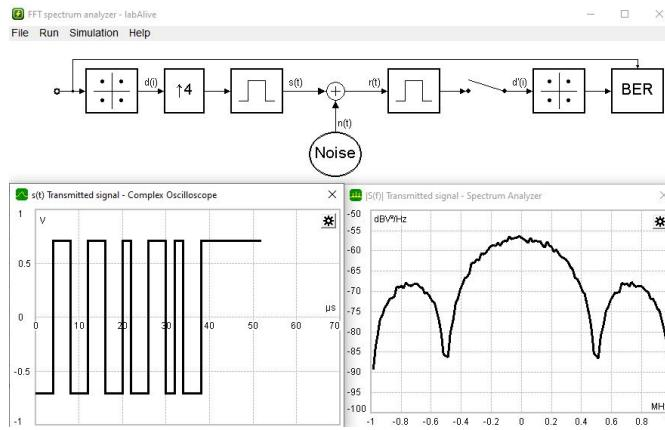

Figura 10: Vista principal del archivo FFT Spectrum Analyzer.
3. Para esta sección se utilizará el archivo llamado **fftspectrum analyzer.jnlp**, si el proceso de instalación fue exitoso, al abrir el archivo se deberá ver la siguiente ventana según se muestra en la figura 10. **NOTA: Si no pudo instalar la herramienta vuelva al primer paso o consulte a su profesor.**